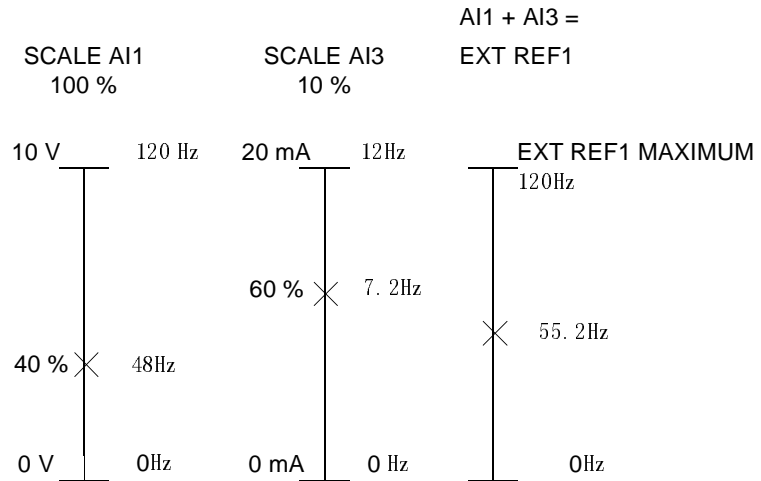

图 6-4 外部给定 1 通过参数 11.03 选择为 AI1 + AI3, 而且由参数 11.05 定义了给定的最大值 (120Hz)。模拟输入口 AI1 的范围由参数 13.03 设定为 100 %。模拟输入口 AI3 的范围由参数 13.13 设定为 10%。
13.03 SCALE AI1 模拟输入口 AI1 信号的比例系数。见图 6-4。